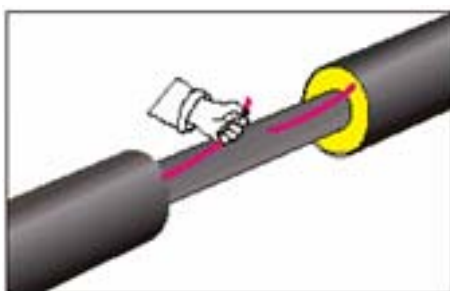

рис.3
3.1.1 Проводи СДКМ вирівняти, зачистити шліфшкуркою (рис.3) і переконатись чи вони не пошкоджені (візуальний контроль).